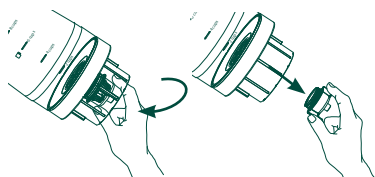

Figura: 2
- 3 Desenrosque el Cartucho del filtro de agua de carbón, ubicado en la parte inferior del depósito de agua, girando la tapa alada 90° en sentido antihorario con la mano. Consulte la Figura: 2